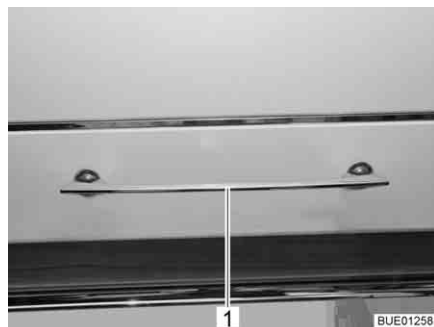
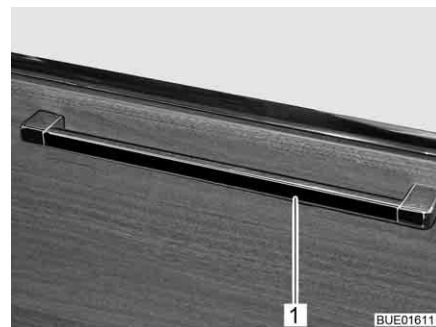

Fig. 73 Abattant de placard avec poignée de déverrouillage
Fig. 74 Abattant de placard avec poignée de déverrouillage (alternative)
- Suivant son emplacement, appuyer sur la poignée de déverrouillage (Fig. 73,1 ou Fig. 74,1) vers le haut, le côté ou le bas et la maintenir appuyée.